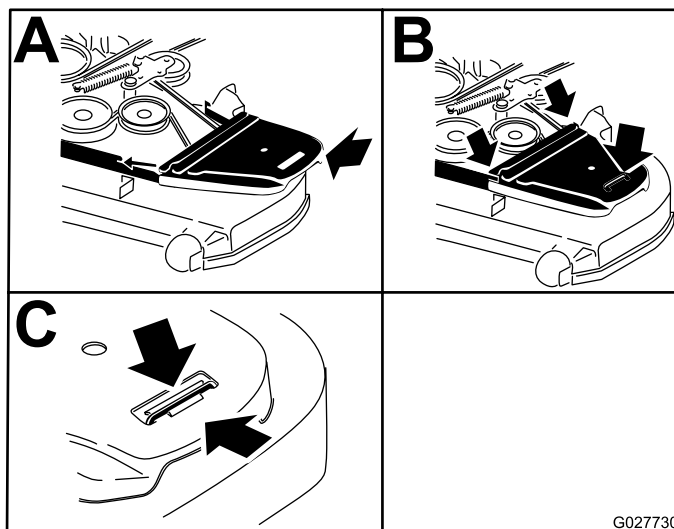

Figura 77
- Instale las cubiertas de la correa (Figura 77).